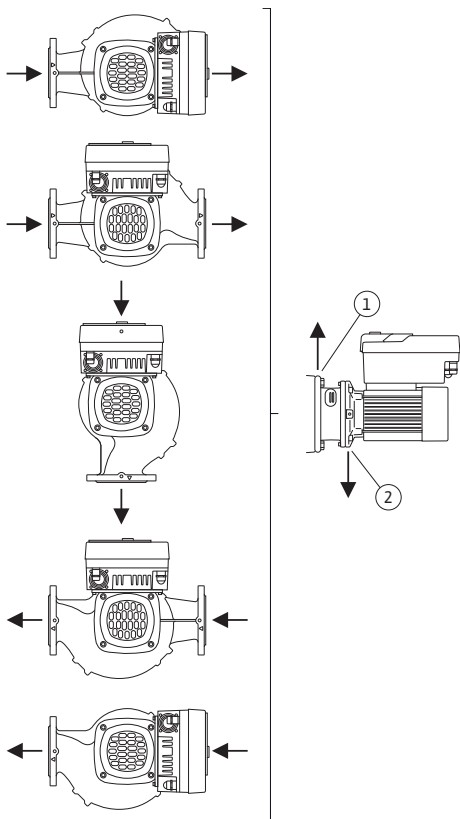

Fig. 19: Tilladte installationspositioner med vandret akse
- Ved vandret motoraksel er det nødvendigt, at kondensathullet vender nedad (Fig. 19, pos. 2). Det kan være nødvendigt at dreje motoren.